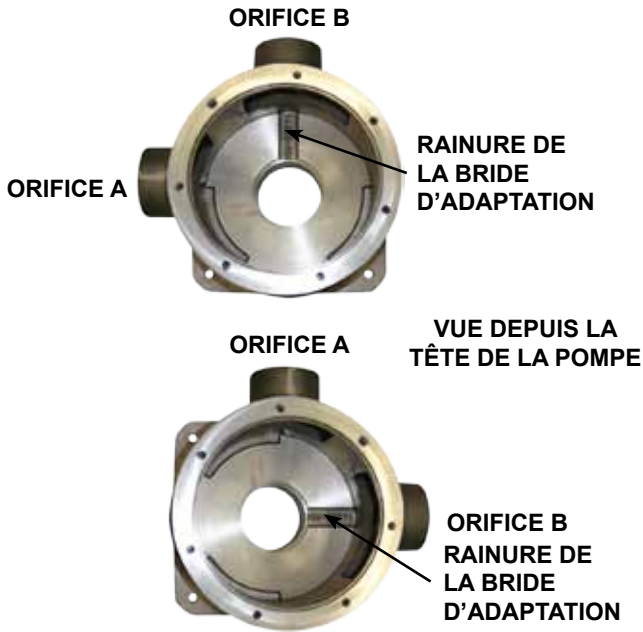

FIGURE 11
2. Placer la bride d'adaptation de telle manière que la rainure de cette bride d'adaptation se retrouve alignée avec la rainure de l'alésage du corps de pompe, orifice B, voir la figure 11 de la page 8. (la bride d'adaptation des modèles K et KK comporte une rainure unique, les modèles L-LS ont une rainure et deux poches en relief usinées.) Avec précaution, enfiler la bride d'adaptation dans le côté support du corps de pompe. Veiller tout